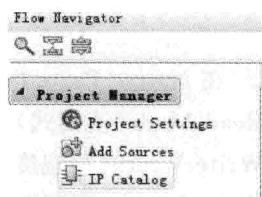

图 3.1 选择 IP Catalog 入口
- (1) 如图 3.1 所示,在 Vivado 主界面左侧的 Flow Navigator 窗口下,选择并展开 Project Manager。在展开项中,单击 IP Catalog。